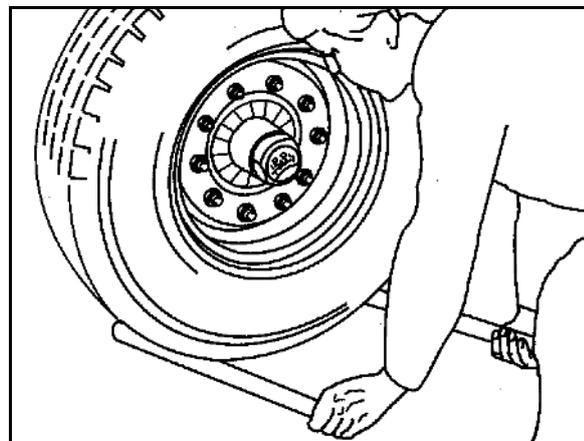

Fig. 171
1. Beide Abdeckbleche (Fig. 171/1) an der Innenseite der Bremstrommel abschrauben.
**Eingedrungener Schmutz kann sich auf den Bremsbelägen (Fig. 171/2) absetzen und dadurch die Bremsleistung wesentlich verschlechtern.**